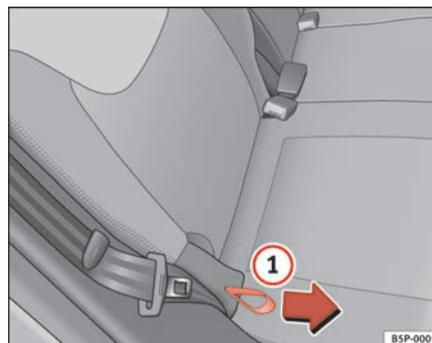

Fig. 97 Ajuste de la inclinación del respaldo, asiento posterior
- Sujete el respaldo del asiento por la parte superior. Tire del lazo situado en el lateral del asiento ⇒ fig. 97 ① en la dirección de la flecha y manténgalo en esta posición. Empuje el respaldo del asiento hacia atrás hasta la posición que desee y suelte el lazo. ▶